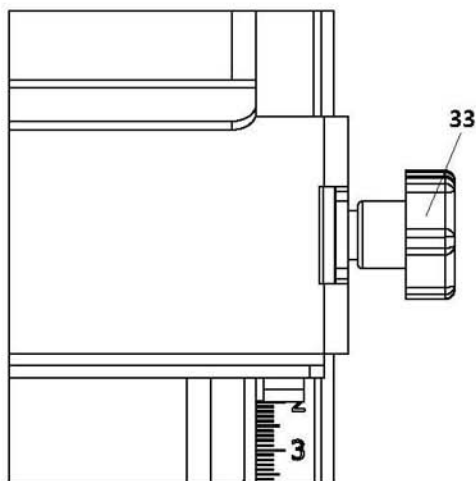

Рисунок 6.
- установить линейку на необходимую ширину распила используя мерные шкалы на пильном столе и зафиксировать ручки 33 с двух сторон (рис. 6).